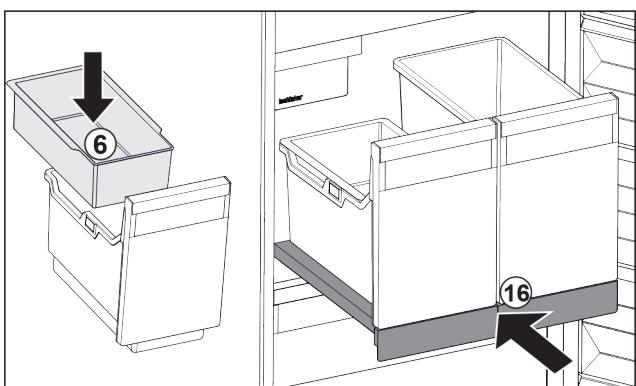

Fig. 40
- Поставете окачващата се поставка Fig. 40 (6) за ледени кубчета.
- Вкарайте изтеглящата се дъска със съдовете (IceTower). Fig. 40 (16)